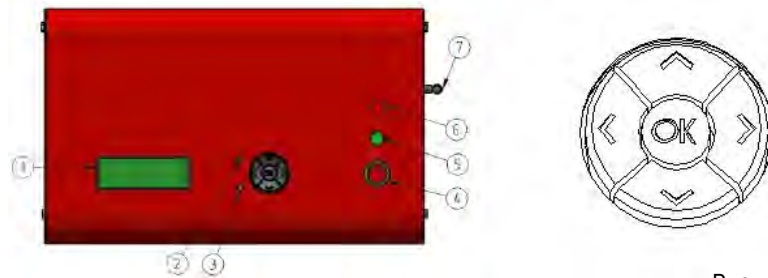

Рисунок 32. пользовательский интерфейс
**Внимание!** Если потребуется, термостат котла можно включить/выключить с помощью красного переключателя горелки со световым индикатором мощности – рисунок 32